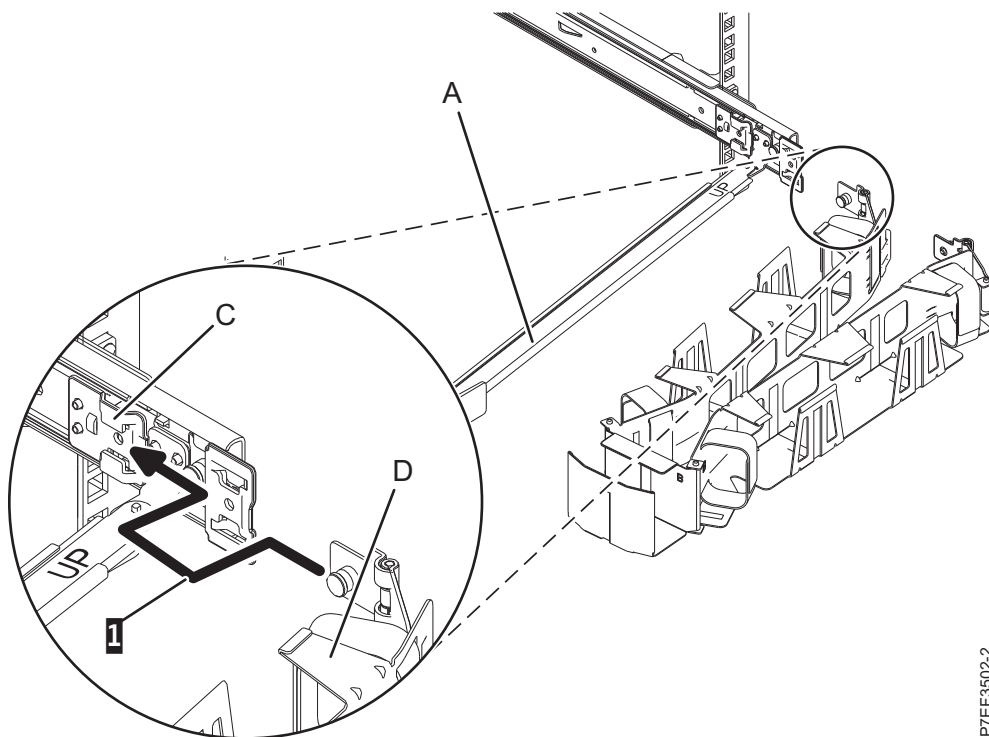
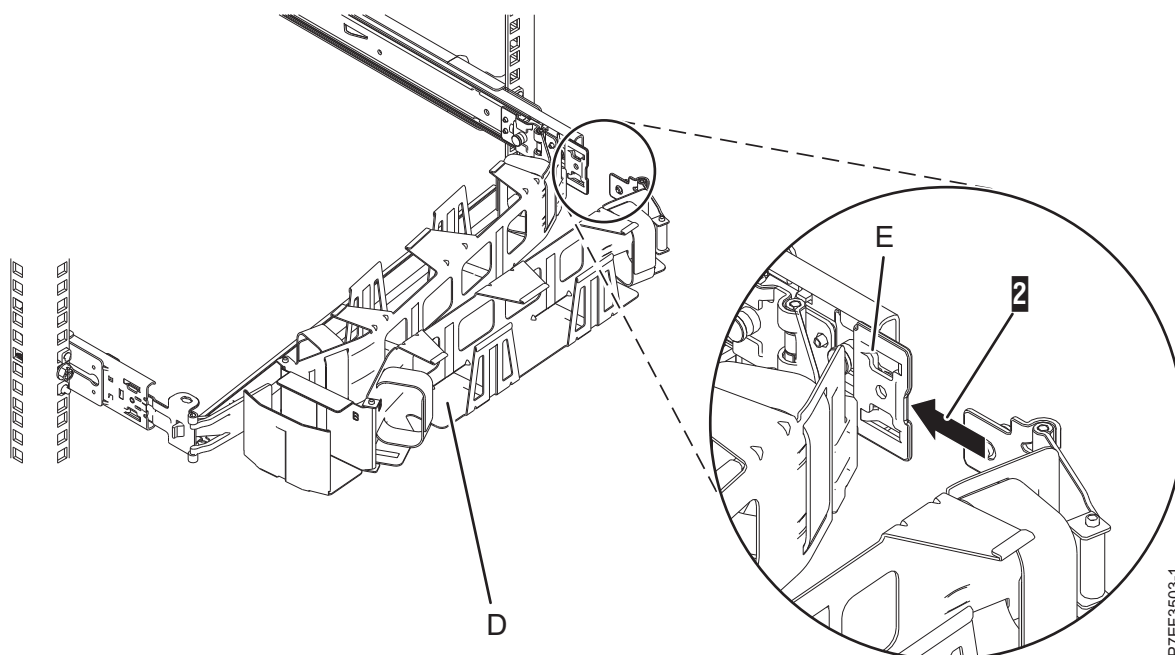

Figura 15. Deslizamiento de la pestaña del brazo portacables en la ranura de la abrazadera de montaje
Figura 16. Deslizamiento de la otra pestaña del brazo portacables en la abrazadera de extensión
7. Coloque el brazo portacables (D) en el brazo de soporte (A). Deslice la primera pestaña del brazo portacables en la ranura en la abrazadera de montaje (C). Empuje la pestaña hasta que el pestillo accionado por resorte quede encajado en su sitio. Deslice la otra pestaña del brazo portacables en la abrazadera de extensión (E) de la parte exterior del riel derecho (2). Empuje la pestaña hasta que el pestillo accionado por resorte quede encajado en su sitio. Para obtener detalles, consulte Figura 15 en la página 11 y Figura 16 en la página 11.